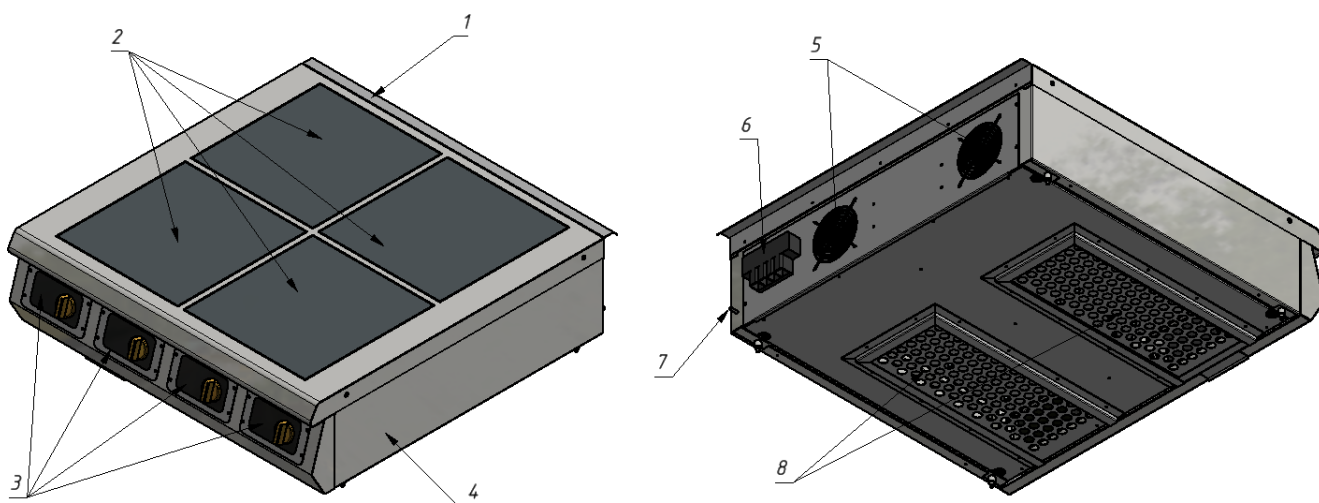

Рисунок 3 – Устройство плиты Ф4ИП/800 – 10
10.9. С помощью пылесоса удалите грязь из вентиляционных отверстий (рис.3, поз.5).
10.11. **ВНИМАНИЕ!** В нижней части плиты установлены съемные жироуловители системы вентиляции (рис. 3, поз. 8). **Эксплуатация плиты без данных фильтров ЗАПРЕЩЕНА!** Необходимо регулярно осуществлять чистку жироуловителей через каждые 240 часов работы плиты. Чистить фильтры необходимо в посудомоечной машине или в горячей воде с использованием моющих средств, разлагающих жиры и масла. После мойки просушите фильтры и установите на место в нижней части плиты.